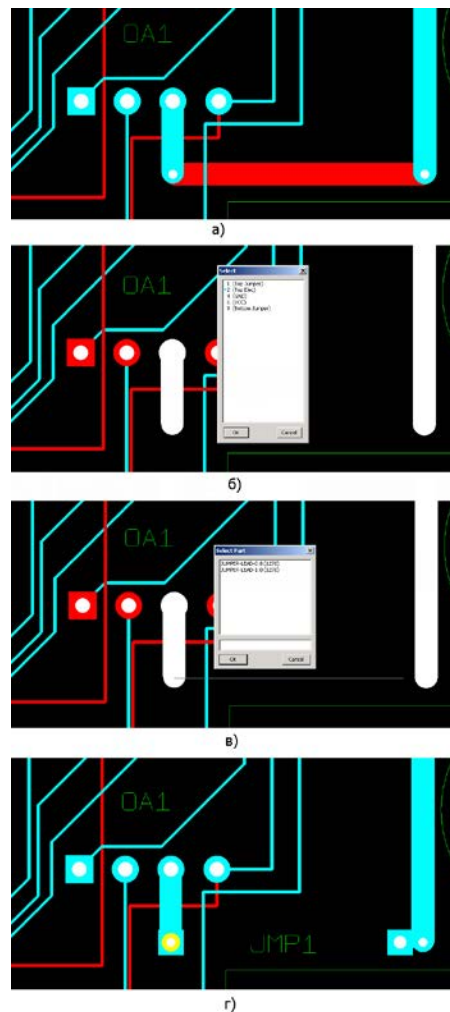

Рис. 9. Добавление перемычек.
К выводу 3 операционного усилителя здесь подходит проводник цепи GND, горизонтальный сегмент которой проложен на слое 8 (Bottom Elec) и отображается красным цветом (рис. 9а). Удалим этот сегмент и на его месте разместим проволочную перемычку.
14. В появившемся на экране окне Select со списком слоев (рис. 9б) выберем слой 1 (Top Jumper) и нажмем кнопку OK.